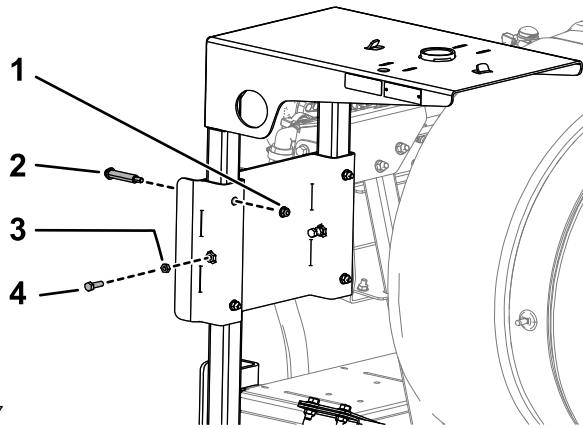

図 6
5. 図6のように、リールシェルフ・サポートのスロットにリールシェルフ・フレームを入れるショルダボルト4本、フランジナット 5/16-18